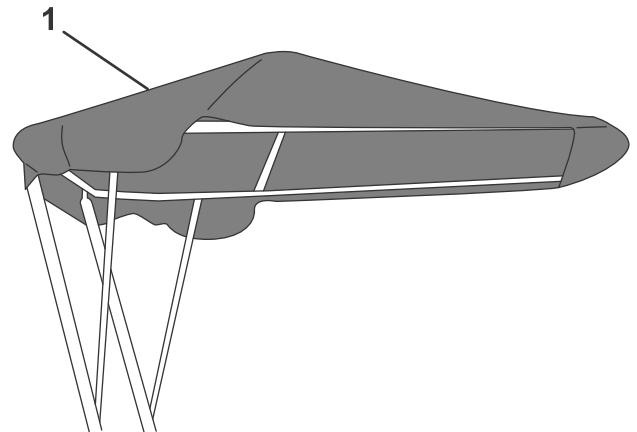

**Figura 4**
13. Prenda o ecrã traseiro no arco traseiro e postes (Figura 4).